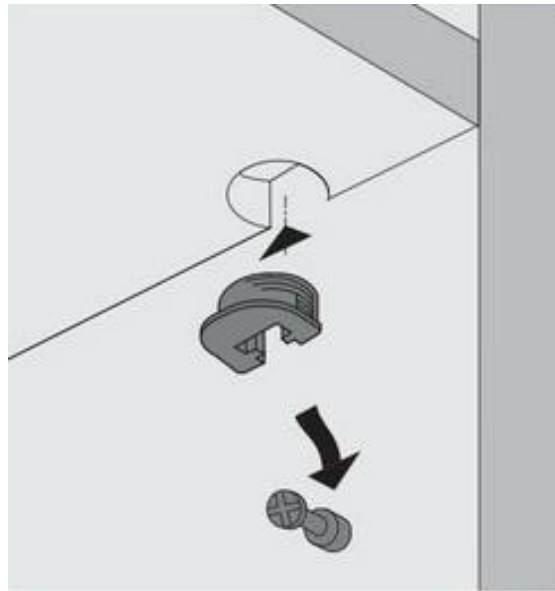

Рис. 1
В гнезда на полках (5) и (10) установить врезные полкодержатели VB 135 (см. рис. 1).
Установить полки (5) и (10), надев их сверху до упора на дюбели, предварительно смонтированные на боковых стенках и перегородках (рис. 1).